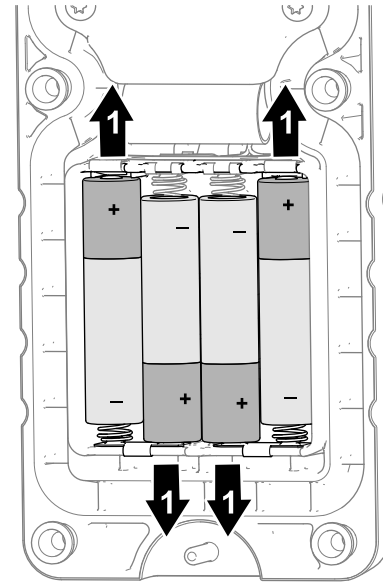

Рисунок 53
3. Соблюдая полярность элементов питания, как показано на Рисунок 53, вставьте новые элементы питания в гнезда с клеммами.
Примечание: Во избежание повреждения гнезд с клеммами при установке элементов питания соблюдайте отметки правильной полярности (Рисунок 53), выштампованные в отсеке элементов питания. Если вы установите элементы питания неправильно, это не приведет к повреждению машины, но пульт дистанционного управления не будет работать.